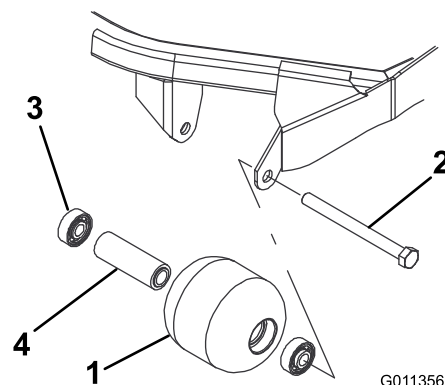

Figura 82
1. Retire o parafuso de montagem do rolo (Figura 82).
4. Verifique se a estrutura dos rolamentos, os rolamentos e o espaçador de rolamentos estão danificados (Figura 82).
1. Introduza o primeiro rolamento na estrutura do rolo (Figura 82). Empurre só a calha externa ou, então, exerça o mesmo tipo de pressão nas calhas interna e externa.
2. Coloque o espaçador (Figura 82)
3. Introduza o segundo rolamento na estrutura do rolo (Figura 82) exercendo o mesmo tipo de pressão nas calhas interna e externa até a calha interna entrar em contacto com o espaçador.